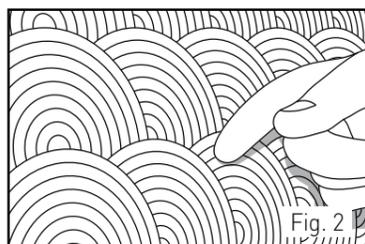

Fig. 2
- Utiliser pour la découpe des panneaux l'outil griffe ou le cutter. Pour des découpes nombreuses préférer une scie circulaire avec guide. (Cf. Fig.2)
- Le respect du temps de gommage doit être vérifié en posant un doigt contre la partie encollée à différents endroits. Si des filaments se forment lorsque le doigt est légèrement retiré, alors le temps de gommage est respecté. Une fois le gommage effectué, la colle garde son pouvoir collant entre 15 et 40 minutes\*. [Cf. Fig.2]